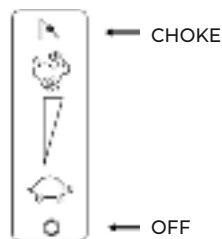

Рис. 9
1. Переведите рычаг воздушной заслонки в положение «CHOKE» - закрыто (рис. 9).
2. Переведите рычаг зажигания в положение «OFF» выключено (рис. 9).